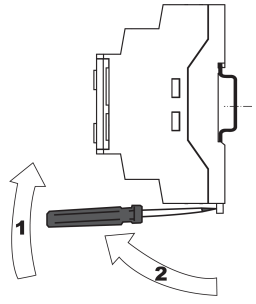

Рисунок 4.3 – Демонтаж
- Демонтаж прибора (см. рисунок 4.3):